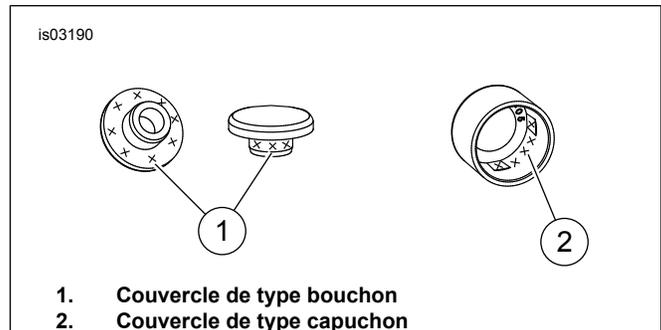

Figure 1. Zone d'application de la matière adhésive
- Voir Figure 1. Pour les couvercles de type bouchon (1), appliquer la matière adhésive dans la zone identifiée par un « x ». Pour les couvercles de type capuchon (2), appliquer la matière adhésive dans la zone identifiée par un « x ».